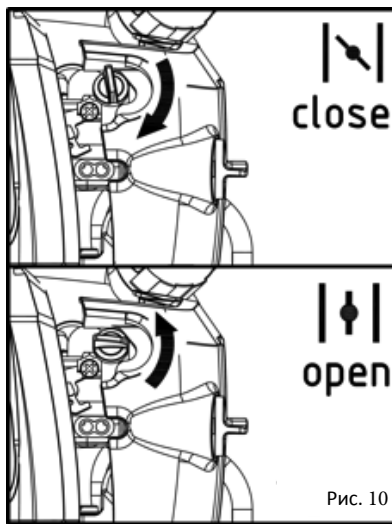

Рис. 10
2. Поверните рукоятку дроссельной заслонки (15) по часовой стрелке в положение «СНОКЕ» (рис. 10).
6. Верните рукоятку дроссельной заслонки (15) против часовой стрелки в положение «RUN» (рис. 10).